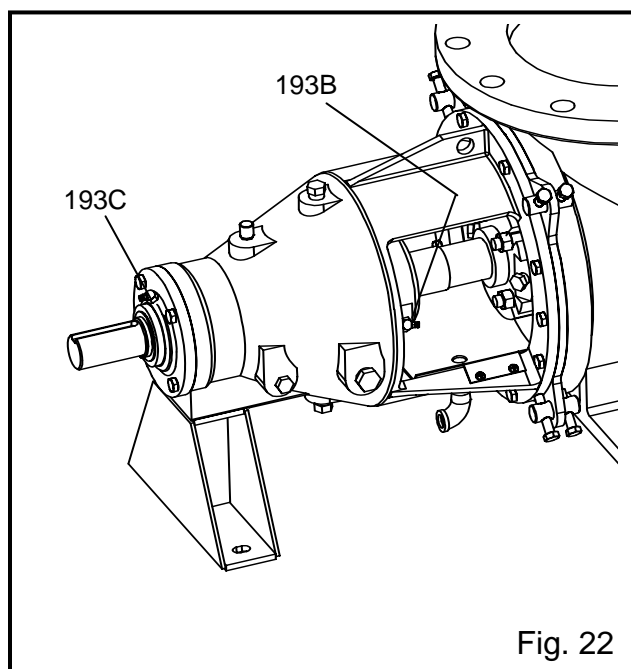

Fig. 22
2. Encher ambas as cavidades da massa através dos gracés (193B e 193C) que se encontram no suporte dos rolamentos (134). Usar massa recomendada e encher até sentir uma pequena resistência na pistola de enchimento da massa, ver Fig. 22.
3. Usar um extractor de empanque de cordão e remover os primeiros (3) anéis da caixa do empanque.
5. Usar um extractor de empanque de cordão para remover os (2) anéis de empanque finais.
8. Para instalar os novos cordões de empanque na tampa de buçim são usados anéis de cordão já moldados. Deve ser tomado cuidado durante a sua instalação. Para instalar o anel de cordão deve torcê-lo lateralmente só o suficiente para o colocar à volta do veio. Não tentar puxar o anel para o abrir, ver Fig. 22.